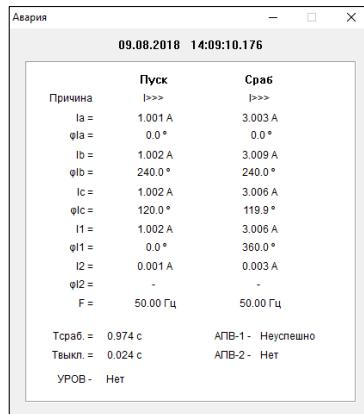

Рисунок 10 – Просмотр аварийной записи
5.5.10.3 Для просмотра аварии необходимо произвести двойное нажатие левой кнопки мыши на требуемой аварии либо выделить строку и нажать на кнопку "Просмотр". Далее открывается окно с параметрами аварии (рисунок 10).